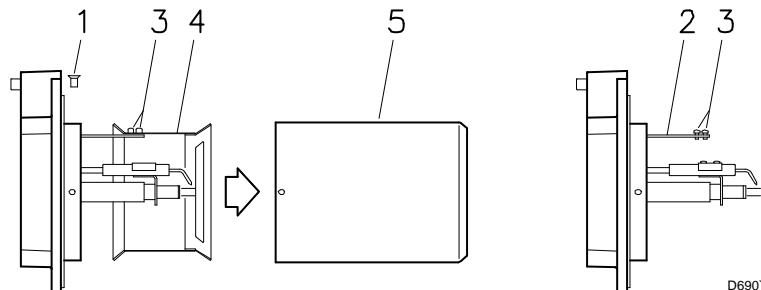

Fig. 8
4.5 Fixação do queimador à caldeira (Fig. 8)
- Desaparafusar os parafusos 1) (Fig. 8) e desmontar o tubo de fogo 5)